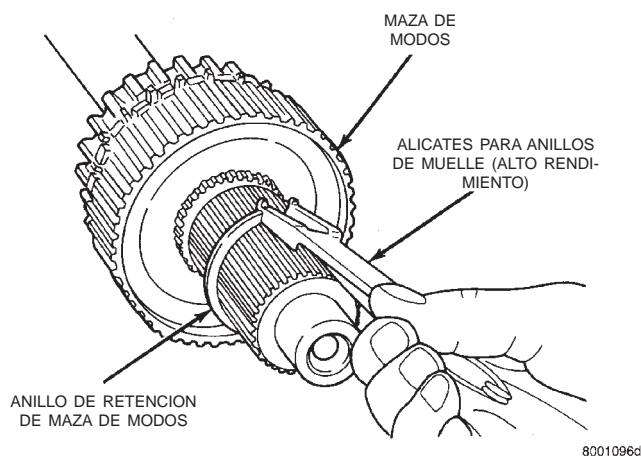

Fig. 28 Desmontaje de anillo de retención de la maza de modos
(1) Retire el anillo de retención de la maza de modos empleando unos alicates para anillos de muelle de alto rendimiento (Fig. 28).